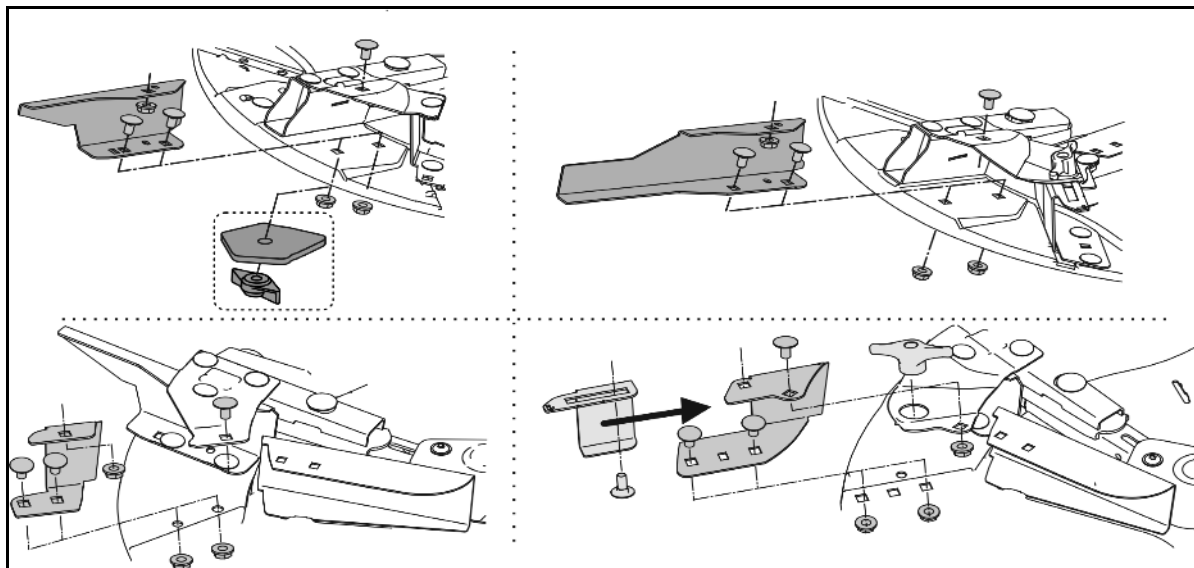

Fig. 71
3. Verificați mobilitatea clapetei de reglare (Fig. 71/1) și, dacă este necesar, reglați inelele de reglare.